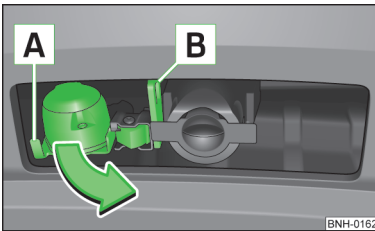

Abb. 112
- Die 13-polige Steckdose am Griff **A** fassen und in Pfeilrichtung ausschwenken » Abb. 112.
- Die 13-polige Steckdose am Griff **A** fassen und entgegen der Pfeilrichtung einschwenken » Abb. 112.
Die Sicherungsöse **B** » Abb. 112 dient zum Einhängen des Abreißseils des Anhängers.